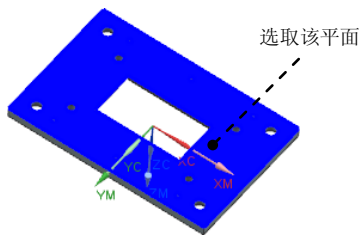

图 11.34 指定底面
(1) 单击“钻”对话框中 **指定底面** 右侧的  按钮，系统弹出“底面”对话框。
(2) 在“底面”对话框中的 **底面选项** 下拉列表中选择  面选项，选取图 11.34 所示的面。
(3) 单击“底面”对话框中的 **确定** 按钮，返回“钻”对话框。